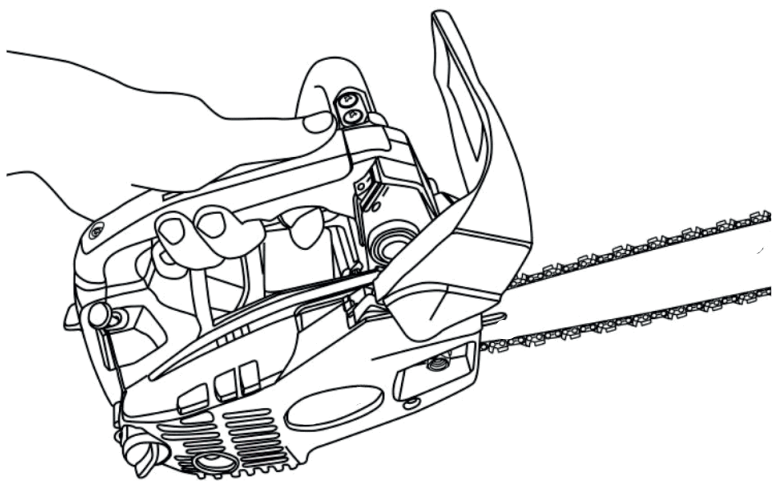

Рис. 20. Нажатие ручки газа
6. Уберите рычаг воздушной заслонки полностью в корпус пилы нажатием на ручку газа (рис. 20).